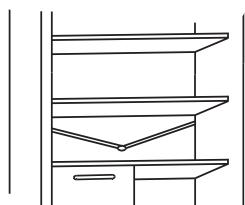

Fig.12
- Consérvele limpio el conducto de descarga del agua (fig. 12) de la parte frigorífico, para evitar la presencia de agua en su interior.